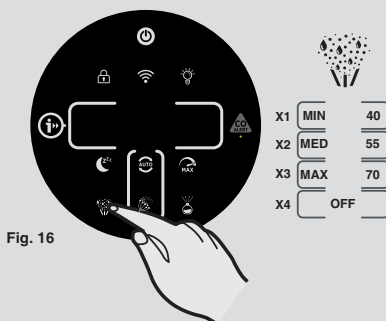

Fig. 16
**Luftfugterfunktion: [Fig. 16]**